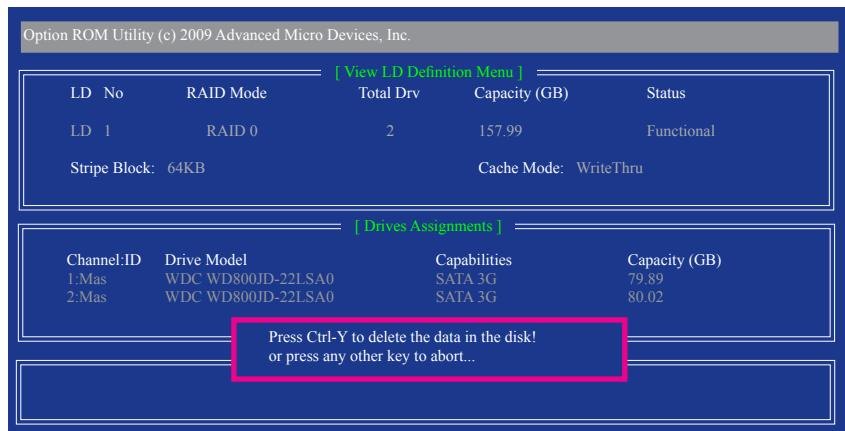

図 9
- View LD Definition Menu が表示され（図 9 を参照）、このアレイに割り当てられたドライブを示します。中断するアレイまたは保管キーを削除する場合、<Ctrl>+<Y> を押します。